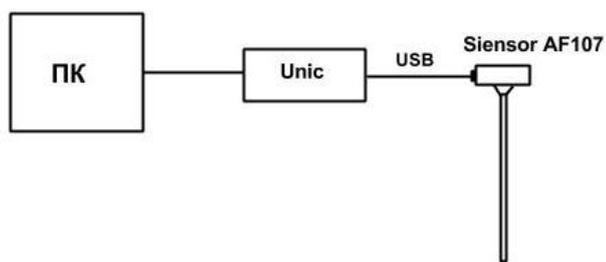

Рис. 2.10 Схема подключения ДУТ Siensor AF107 к ПК
1. Подключите ДУТ к ПК согласно схеме подключения (см. Рис. 2.10), используя устройство настройки UNIC. Назначение выводов разъема для подключения внешнего устройства приведено в таблице (см. Таблица 2.1).